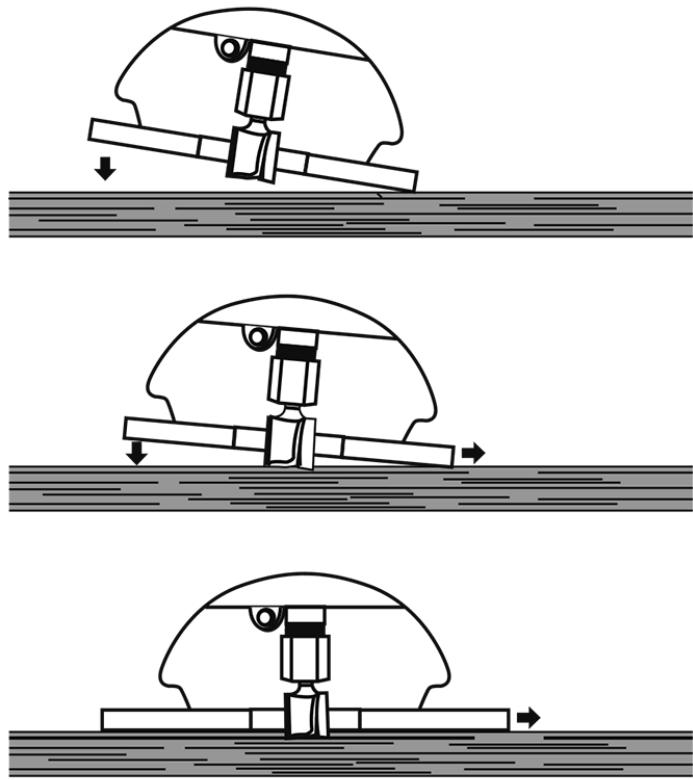

Fig. 14
ENRUTAMIENTO INTERNO CON BASE FIJA (FIG.14)
1. Con la profundidad de corte ajustada, incline la rebajador y colóquela sobre la pieza de trabajo con el borde delantero de la subbase en contacto con la pieza de trabajo primero (FIG. 14).
3. Para comenzar a cortar, baje gradualmente la broca del cortador la pieza de trabajo hasta que la subbase esté nivelada con la pieza de trabajo (FIG. 14).